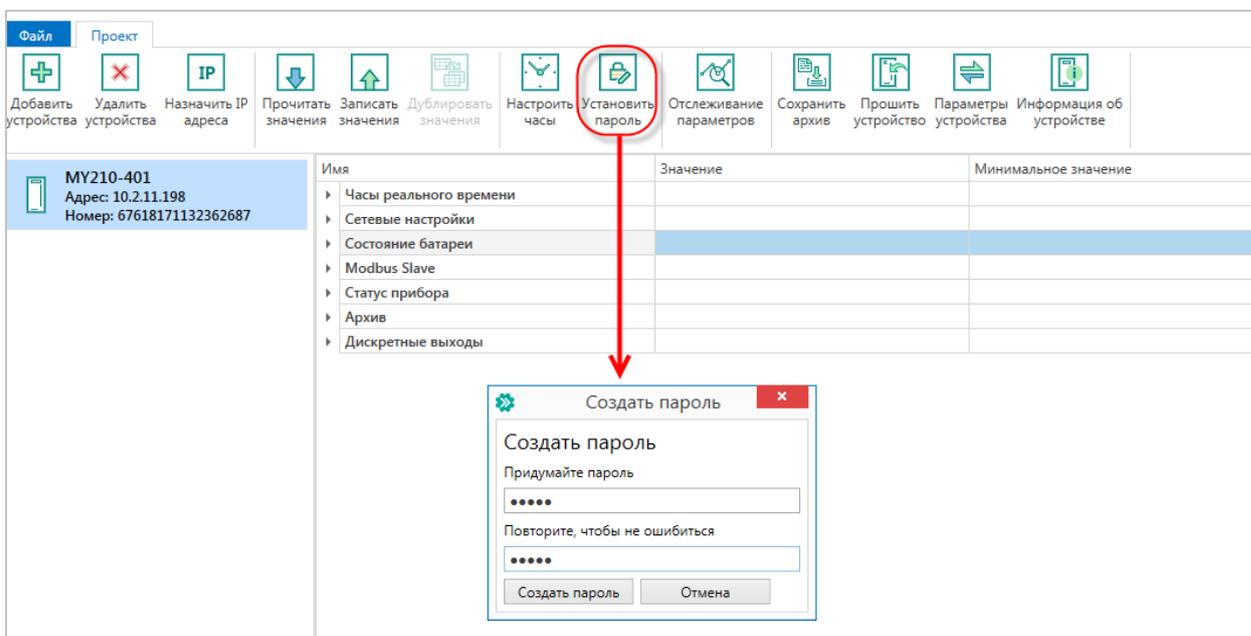

Рисунок 5.9.2 – Создание пароля для модуля
8. На вкладке **Общие/Общие настройки** в параметре **Пароль** введите пароль, заданный в конфигураторе в пп. 3 (рисунок 5.9.2), после чего нажмите кнопку **Сохранить**: